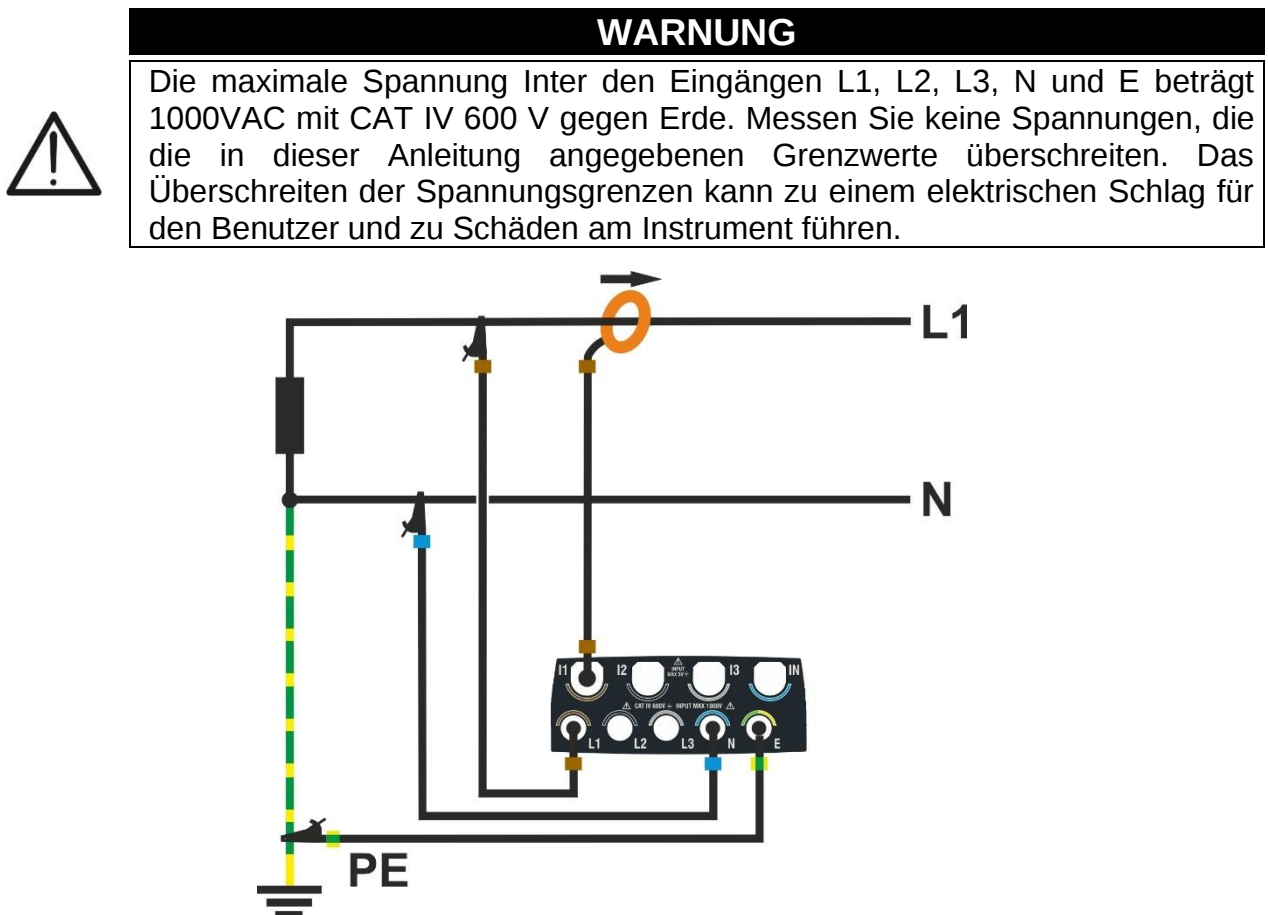

Abb. 64: Anschluss des Instrumentes in einem einphasigen 2-Leiter-System
2. Verbinden Sie die Messleitungen mit den Leitern L1, N und PE-Leitern wie in Abb. 64 gezeigt